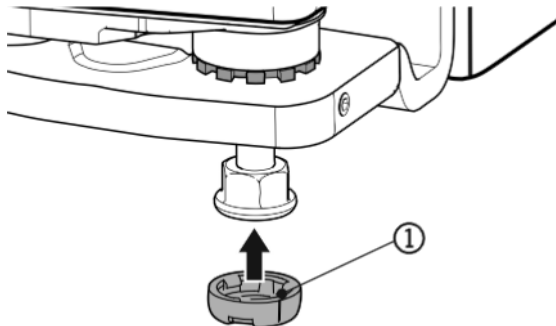

Fig. 5
- ▶ Clipser l'embout Fig. 5 (1). Veiller à ce qu'il soit bien en place.